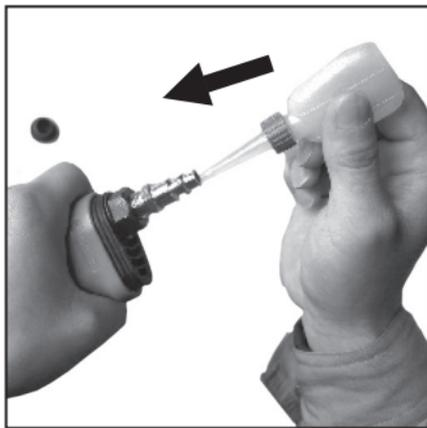

Рисунок 5 – Смазка инструмента
- При помощи маслёнки добавьте несколько капель масла для пневмосистем в гайковёрт непосредственно через входное отверстие инструмента (рис.5).